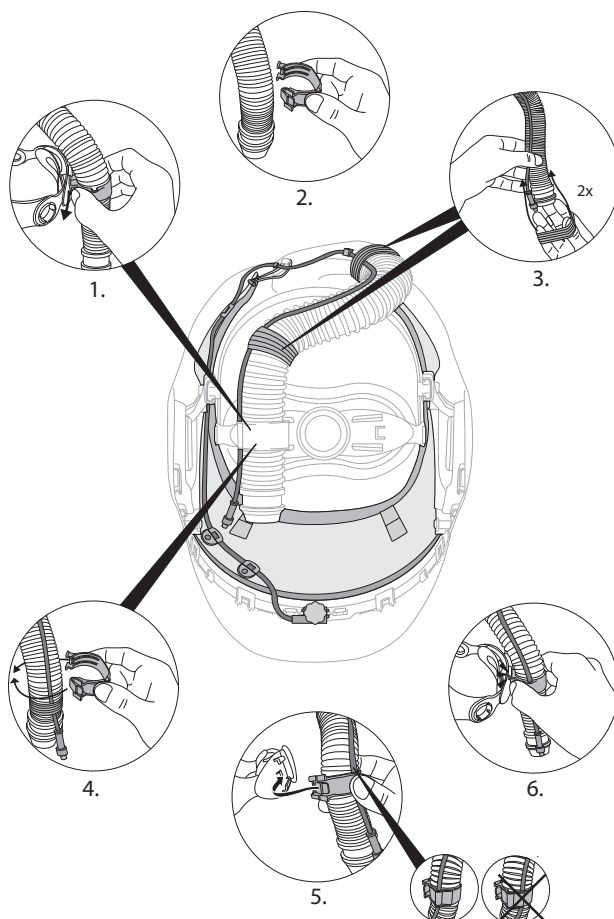

Fig. 31c
- iv. Retirer le dispositif de retenue du tuyau d'admission d'air (consulter les Figs. 2a à 2c à la section « Raccordement et débranchement des tuyaux de respiration »). Faire passer les bandes élastiques par-dessus le tuyau d'admission d'air du masque de soudeur et le câble près de la bride d'admission d'air du masque de soudeur et du dispositif de retenue du tuyau d'admission d'air (Fig. 31c). Rattacher le dispositif de retenue du tuyau d'admission d'air (Fig. 31c).